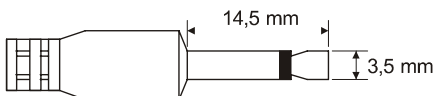

Figura 6 - Plug para conexão da música externa, busca pessoa e gravador DAC.
- ▶ A fiação de música externa, busca pessoa e gravador do DAC deverá ser ligada ao módulo através de um plug mono (com diâmetro de 3,5mm). Ver figura 6 para maiores detalhes.